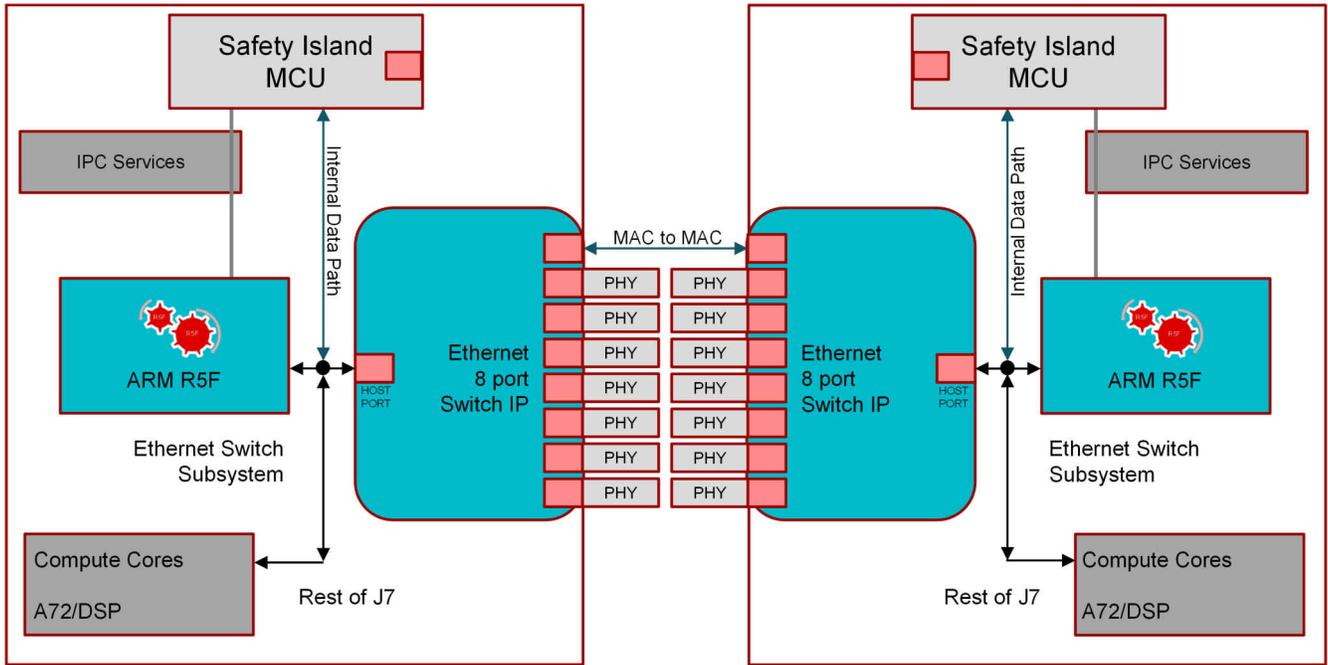

图 2-5. SoC 与 SoC 之间的 MAC2MAC
- 当单个 Jactinto7 处理器的性能不能满足系统要求时，将多个 Jactinto7 SOC 集成在一块电路板上也是非常方便的。在这种情况下，有助于通过 MAC2MAC 连接 CPSW 交换机。图 2-5 显示系统方框图。